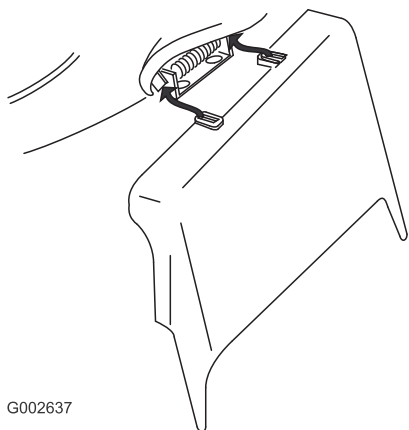

Figure 35
- Montez l'éjecteur latéral et rabattez le volet sur l'éjecteur (Figure 35).